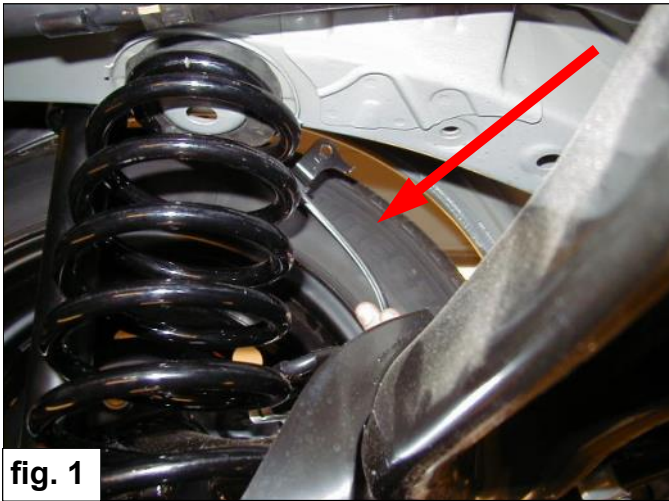

fig. 1
1. Kit HV-360401: Démontez le boulon inférieur de l'amortisseur. **Veillez à ce que les durites de frein et les câbles du système ABS ne soient pas tendus.** Voir fig. 1.